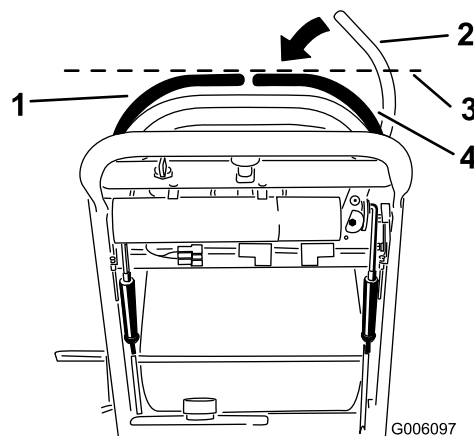

Figura 51
3. Empuje la palanca de control de movimiento de la derecha hacia abajo, sacándola de la posición de bloqueo/punto muerto (Figura 51).
4. Compruebe su alineación horizontal con la palanca de control de movimiento izquierda (Figura 51).